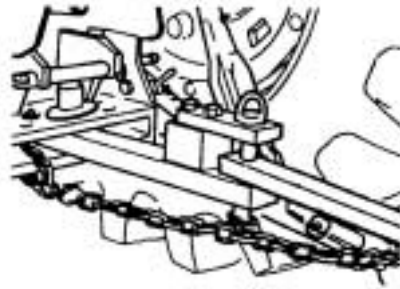

FIG. 42 Cadena de seguridad para máquinas remolcadas y remolques*.
- Para evitar que las máquinas remolcadas por el tractor y los remolques, se suelten accidentalmente de la barra de remolque, utilice cadenas de seguridad **FIG. 42**. Estas deben tener una resistencia